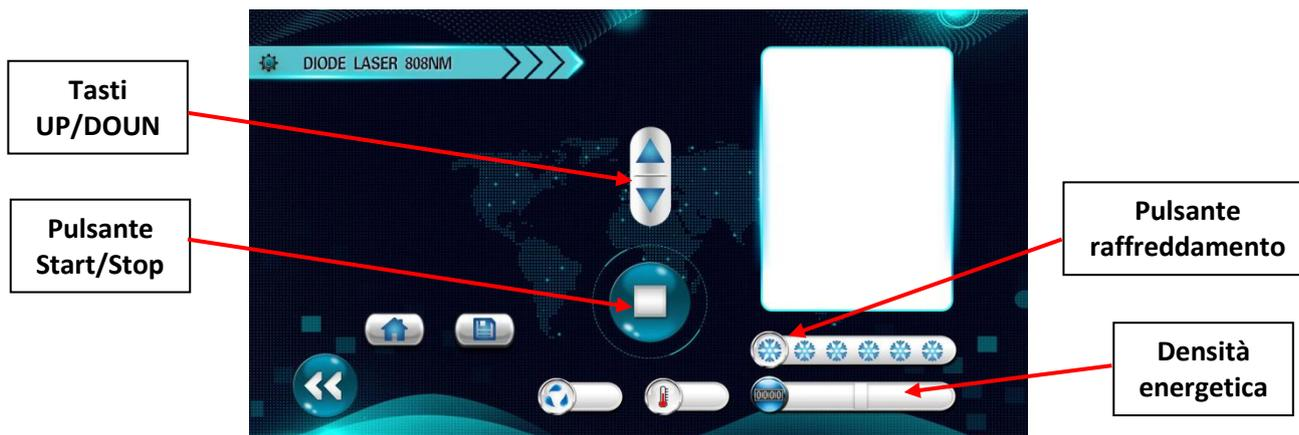

Figura 2 Schermata di standby
Step 2 Seleziona il trattamento per uomo o donna come in figura 2